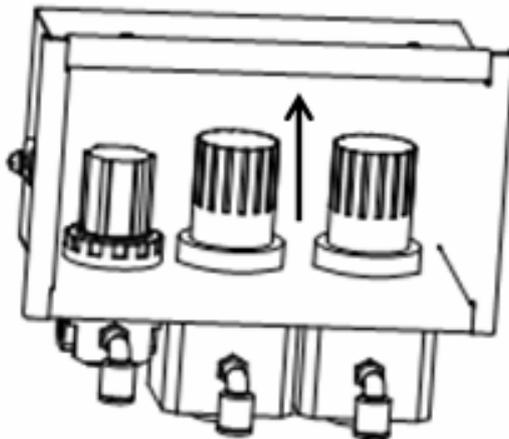

Рисунок 10-62 Регулятор давления 0,07 МПа
1. С помощью гаечного ключа ослабьте стопорную гайку регулятора давления 0,07 МПа (Рисунок 10-62).